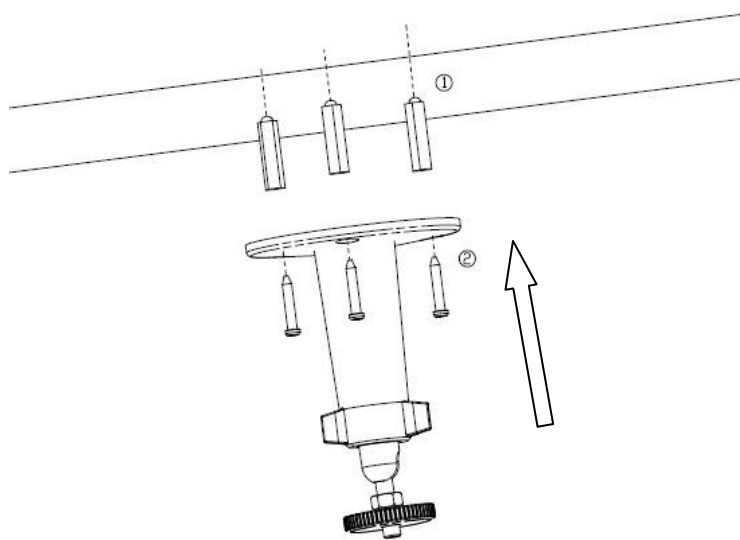

图3.1.1
注意：如果是水泥墙面，先需安装膨胀螺钉(膨胀螺钉的安装孔位需要和支架一致)，然后安装支架，如图 3.1.1 中①所示。如果是木质墙面，可以将安装步骤中①所示部分省略，使用自攻螺钉直接安装支架。支架安装墙面，需要至少能够承受 3 倍于支架和摄像机总重。